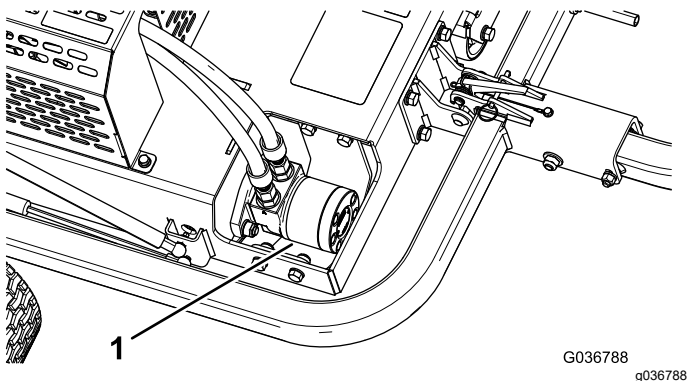

Figura 41
3. Limpe a sujidade e detritos da área em redor do motor hidráulico (Figura 41).